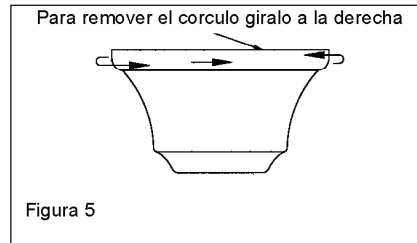

Figura 5
girándolo hacia la derecha hasta que se desenganche (Figura 5).
1. Retire el anillo de la marquesina girándolo hacia la derecha hasta que se desenganche (Figura 5).